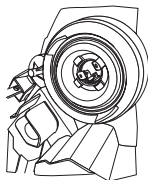

Bild 2
- Kontrollera att lamparmaturen har en packning och en metallfjäder eller liknande fästmekanism. Använd metallfjädern för att fästa lampan så som visas i Bild 2.